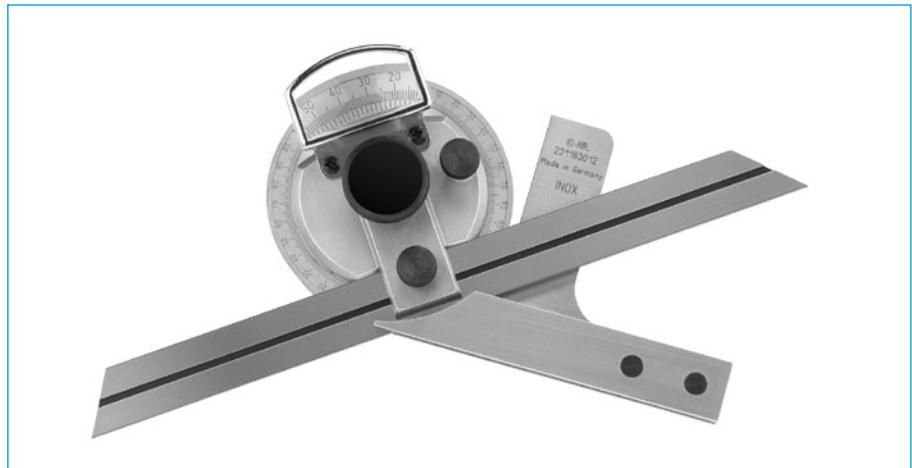

FIGURA 15. Goniometro.
- **goniometro:** (FIGURA 15) il più usato è il goniometro universale per misure angolari con nonio suddiviso in dodici divisioni di 5' su un arco di 23°; per cui l'approssimazione «a» è 5' di grado ($1^\circ : 12 = 60' : 12 = 5'$ di grado).